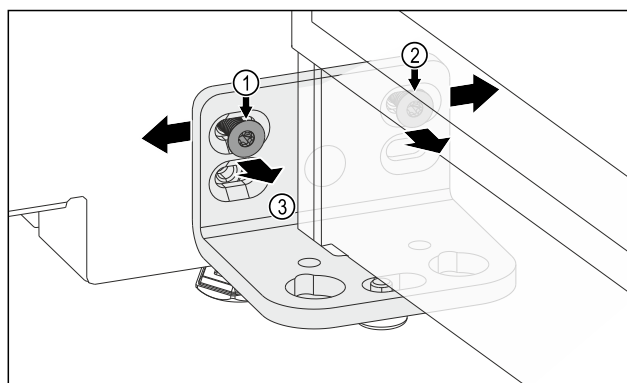

Fig. 9
- Odvijte vijak Fig. 9 (1) in vijak Fig. 9 (2). Za vijak Fig. 9 (2) potrebujete kratek kotni izvijač.
- Vrata s kotnikom tečaja Fig. 9 (3) prestavite v levo.
- Vrata s kotnikom tečaja Fig. 9 (3) prestavite v desno.
- Končni položaj vrat je dosežen: Privijte vijak Fig. 9 (1) in vijak Fig. 9 (2).